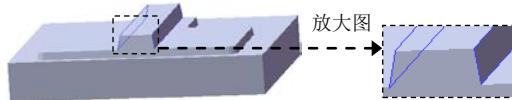

图 16.6.11 拔模 2
(4) 定义拔模参数。
① 定义拔模类型。在 **拔模类型(I)** 中选取 中性面(E) 选项。
② 定义拔模角度。在“拔模”对话框中 **拔模角度(G)** 区域的 **A** 文本框后输入拔模角度值 10.0。
③ 定义拔模沿面延伸。在 **拔模面(F)** 区域的 **拔模沿面延伸(A):** 中选取 **沿切面** 选项。
(5) 单击  按钮，完成拔模 1 的创建。
Step6. 创建图 16.6.11 所示的零件特征——拔模 2。
(1) 选择命令。选择下拉菜单 **插入(I)** → **特征(F)** → **拔模(U)...** 命令 (或单击“特征(F)”工具栏中的  按钮)。